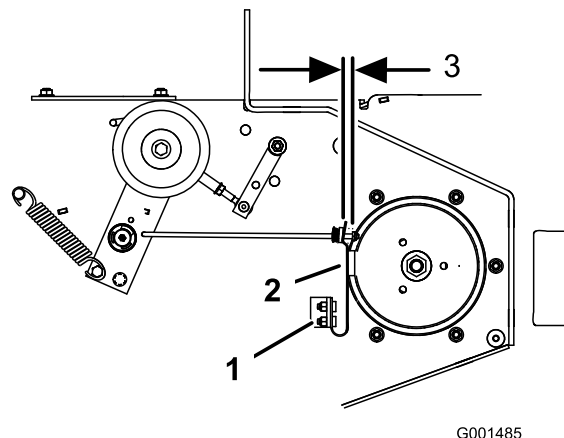

Figure 60
frotte contre les deux côtés de la gorge de la poulie (Figure 60).
4. Ajustez l'écrou à l'extrémité de la tige de frein jusqu'à ce que l'écrou et l'entretoise soient espacés de 3 à 5 mm (1/8 à 3/16 po) (Figure 60).